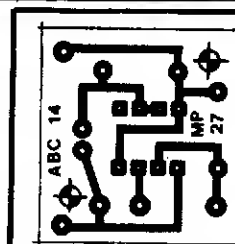

Fig.3
- FIG. 3 - Lay out do Circuito Impresso específico. Observem, desde já (traçando um paralelo entre a relativa complexidade da função circuitual e o seu tamanho real...) como um Integrado contribui fortemente para compactar uma montagem final! Aliás, é essa a idéia básica, a razão de ser dos Integrados (aliada à uma inerente redução no consumo energético...) em contrapartida aos circuitos baseados em componentes "discretos"! Agora, tem uma coisa: a presença do Integrado implica em conjuntos de ilhas muito próximas uma das outras (as relativas às próprias "perninhas" do dito cujo...), o que aumenta o "risco" relativo de se promover indevidamente "curtos" ou correntes de solda, durante a montagem, ou mesmo de se obter contatos indevidos durante a própria confecção da plaquinha! O lay out "espremido" exige um nível de cuidado MAIOR no preparo, desenho, corrosão, furação e limpeza da placa (com relação às montagens mais "folgadas", baseadas apenas em componentes "discretos"...). De qualquer maneira, esse é o "preço" que devemos pagar: um lado cobreado (ainda que pequeno...) mais denso e "apertadinho", em troca de um lado não cobreado quase "limpo", com reduzido número de peças (veremos na próxima figura...), características que o Leitor/"Aluno" notará cada vez mais, daqui pra frente, nas montagens (graças aos Integrados...).